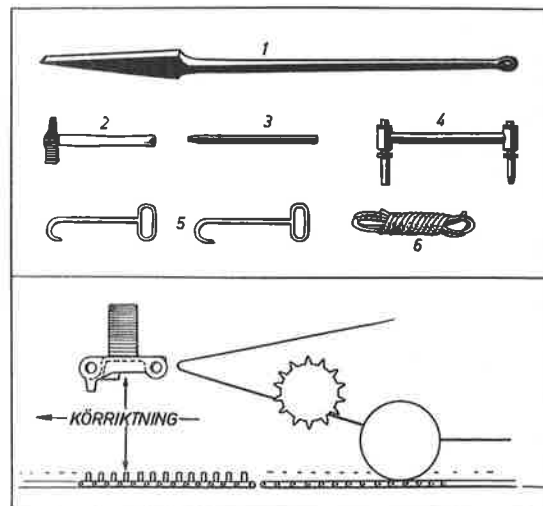

Bild 26. Verktøy for bandbyte
5. Lägg ut det nya bandet framför det gamla. Kontrollera att det inte vänds bak och fram. Bild 26 visar hur det skall vändas.